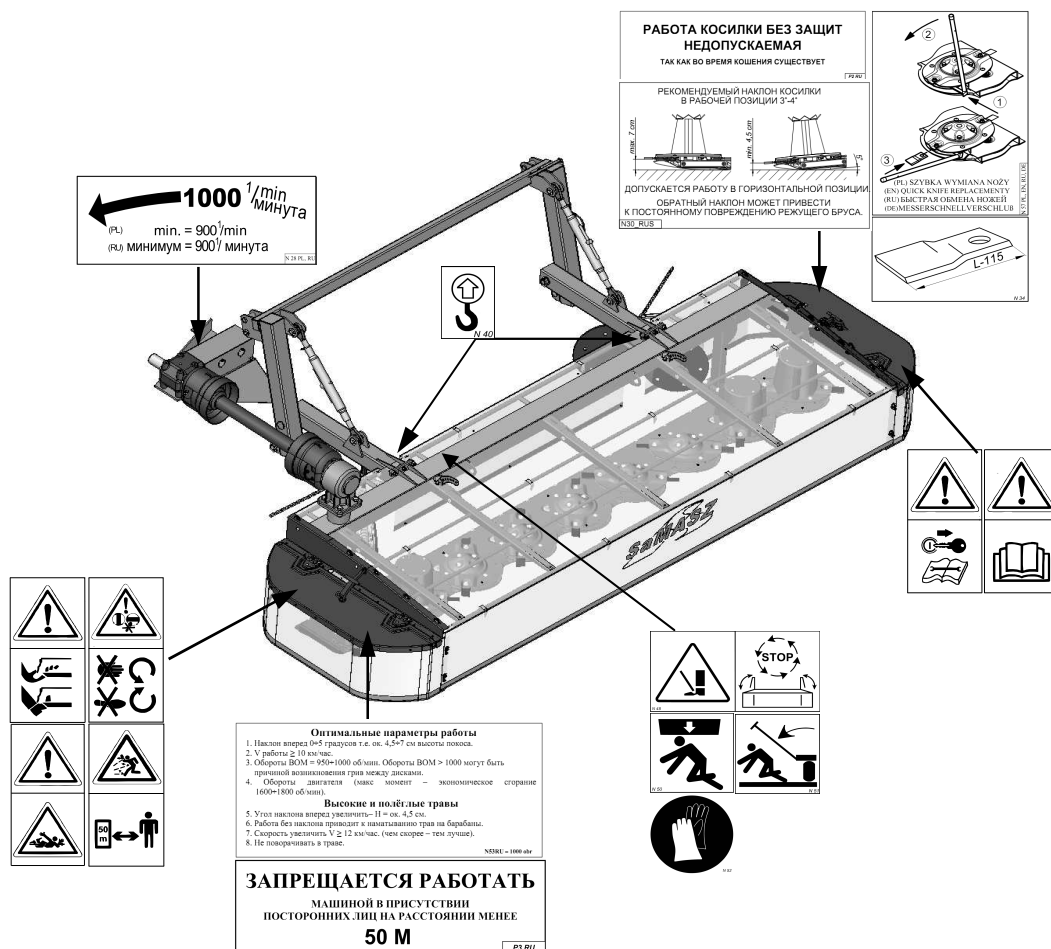

Рис. 4. Места прикрепления предупреждающих знаков
- ❑ Подвешивать косилку на крюк крана можно только за проушину, обозначенную с помощью наклейки с изображением крюка (**Рис. 4**),